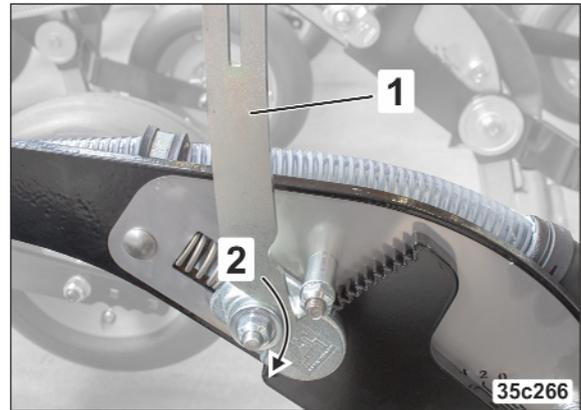

Fig. 175
2. Insérer l'outil (Fig. 175/1) dans le dispositif de réglage (Fig. 175/2).